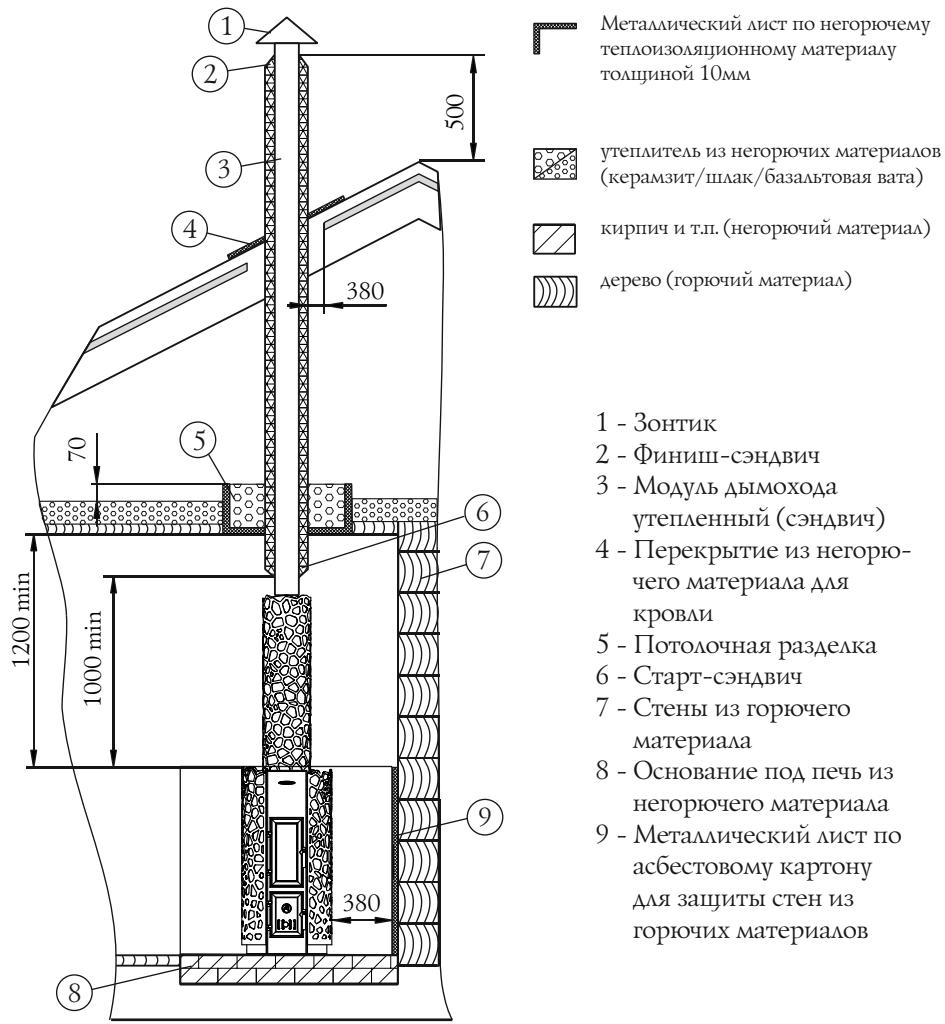

Рисунок 3. Пример монтажа печи «Сафари».
- пол из горючих и трудногорючих материалов перед дверцей топки — металлическим листом размером 700×500 мм (рисунок 3)